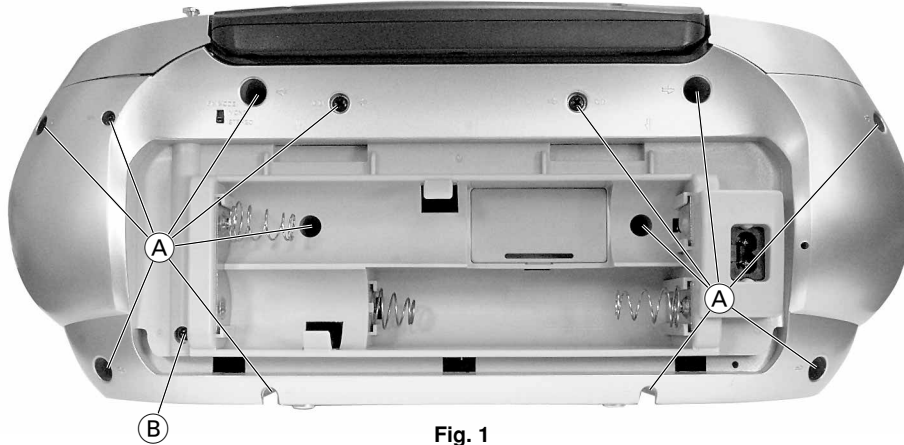

Fig. 1
- Schraube ⑥ (Fig. 1) herausdrehen und Antenne nach oben aus dem Gehäuse ziehen.
- 13 Schrauben ⑤ (Fig. 1) herausdrehen.
- Undo the screw ⑥ (Fig. 1) and pull out the aerial.
- Undo the 13 screws ⑤ (Fig. 1).